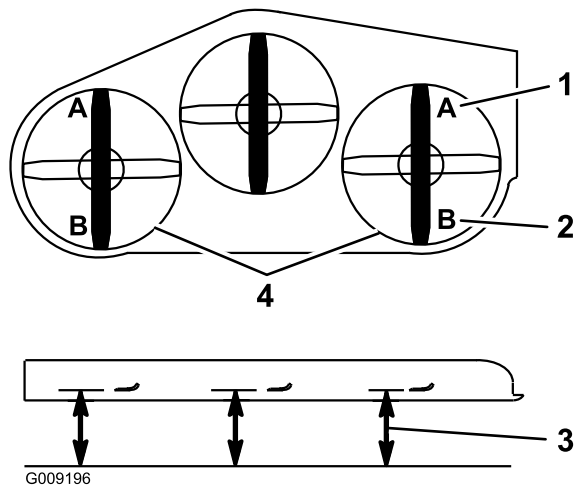

Figura 93
16. En ambos lados de la carcassas, mida desde la superficie nivelada hasta la punta trasera de la cuchilla (Posición B). La medida debe ser de 8,3 cm (3-1/4 pulg.) (Figura 93).